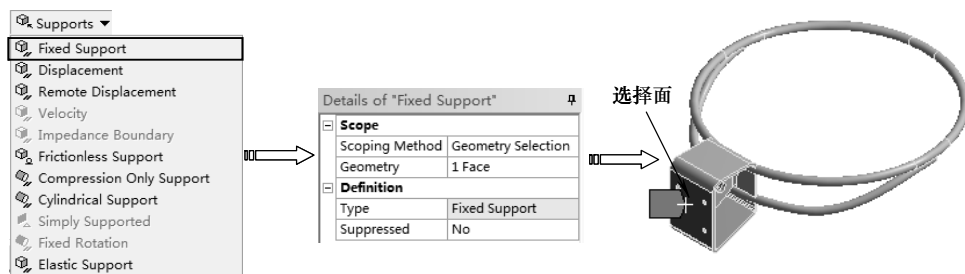

图 7-27 施加固定约束
2) 单击【Environment】工具栏上的【Supports】|【Fixed Support】命令，单击【图形】工具栏上的选择模式下的【Single Select (单选)】按钮 ，然后再单击【Face (选择面)】按钮 ，在【Details of “Fixed Support”】列表中单击【Scope】选项下的【Scoping Method】项，选择端面，单击【Geometry】项中的【Apply】按钮完成，如图 7-27 所示。